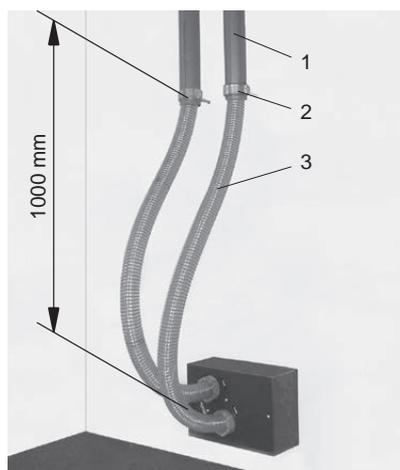

Fig. 25 Collegamento dell'unità di commutazione
- ▶ Per l'unità di commutazione i tubi flessibili devono essere sufficientemente lunghi e non devono essere fissati saldamente (i tubi flessibili vengono ruotati di 180°). Rispettare la distanza e la lunghezza dei tubi flessibili per il primo fissaggio – Fig. 25.